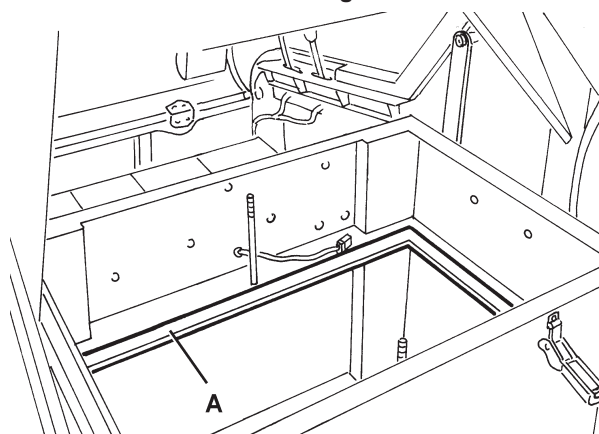

Abbildung 15
19. Falls erforderlich, die Gummidichtung (A, Abb. 15) im Filterfach vollständig reinigen und auf Schäden überprüfen. Gegebenenfalls austauschen.